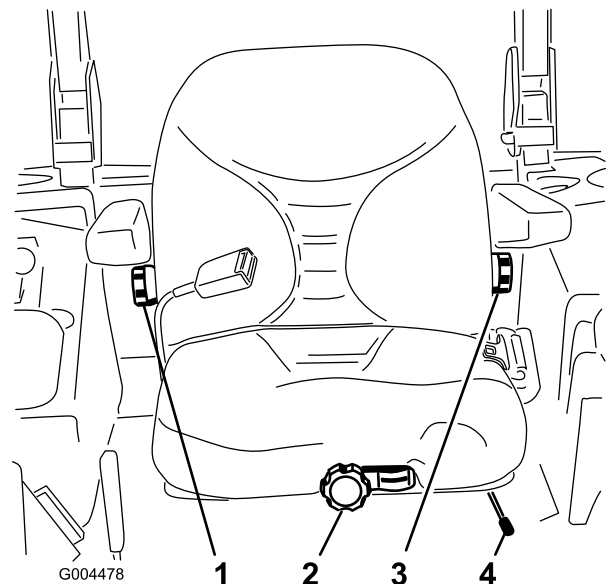

Bild 54
1. Wenn Sie den Sitz verstellen möchten, bewegen Sie den Hebel zum Entriegeln des Sitzes zur Seite (Bild 54).
Setzen Sie sich nicht auf den Sitz und drehen Sie das Handrad zum Verstellen an der Vorderseite solange, bis der gewünschte Komfort erreicht ist (Bild 54).
Drehen Sie zum Verstellen das Handrad unter der rechten Armlehne solange in eine Richtung, bis der gewünschte Komfort erreicht ist (Bild 54).
Drehen Sie zum Verstellen das Handrad unter der linken Armlehne solange in eine Richtung, bis der gewünschte Komfort erreicht ist (Bild 54).